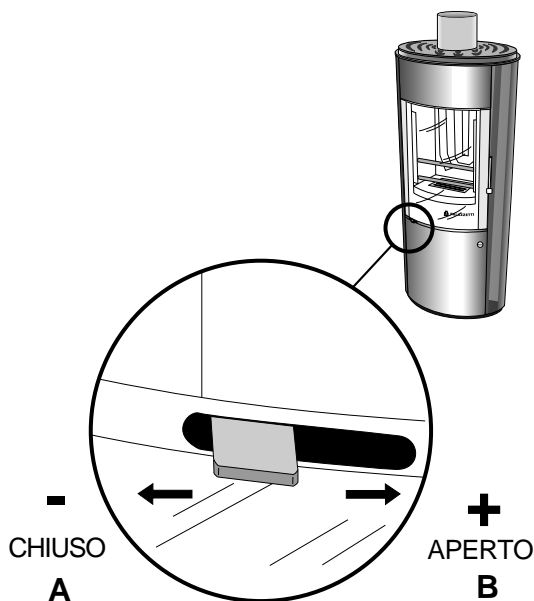

Fig. 7.1
- Ouvrir le registre de l'air comburant au maximum (Fig. 7.1: **A-FERME, B-OUVERT**). Lors de la mise en marche du poêle, quand le foyer n'a pas encore atteint la température optimale, nous conseillons de le faire fonctionner quelques minutes en entrouvrant à peine la porte afin de faciliter l'évaporation de l'eau de la condensation qui se forme sur la vitre. Pendant la combustion la porte devra rester fermée.
- Abrir al máximo el registro del aire comburente (Fig. 7.1: **A-CERRADO**, **B-ABIERTO**). La estufa se puede encender, cuando el hogar esté frío, con la puerta adosada a la sede de batiente pero no cerrada, esto para que se evapore la humedad de condensación que se va formando sobre el vidrio. Una vez empezada la combustión, la puerta se debe dejar cerrada.
La COMBUSTION PRIMAIRE se produit en introduisant dans le brasero, à travers les fentes, l'air réglé grâce au levier métallique positionné sous la porte en correspondance à l'angle inférieur gauche (Fig. 7.1 **A** FERME - **B** OUVERT):
La COMBUSTIÓN PRIMARIA se realiza inyectando en el brasero, a través de las ranuras, el aire que se regula mediante la palanca metálica ubicada debajo de la puerta, en coincidencia con su ángulo inferior izquierdo (Fig. 7.1 **A** CERRADO - **B** ABIERTO):